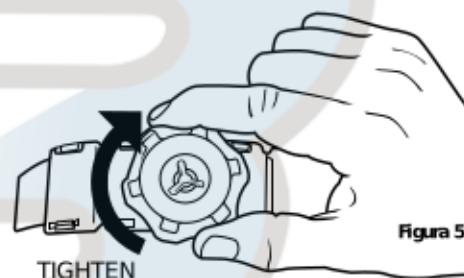

Figura 5
3. Regule el ajuste de la suspensión: Suspensión estilo trinquete FlexGear®: Gire la perilla de trinquete hacia la izquierda hasta que la banda de cabeza alcance el tamaño máximo. Coloque el casco sobre la cabeza y gire la perilla de trinquete hacia la derecha hasta lograr un calce cómodo. **NO AJUSTE DEMASIADO** (Figura 5).